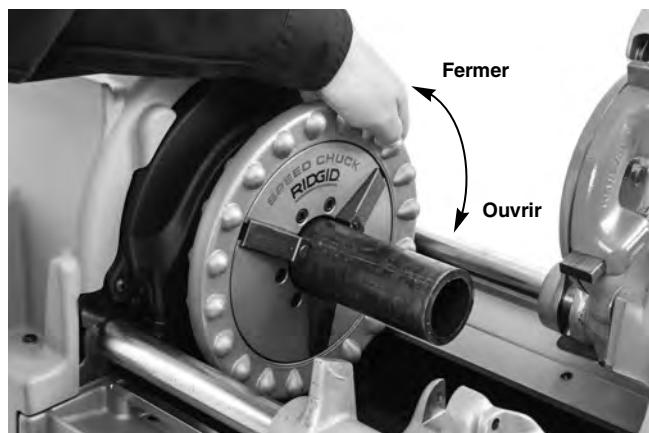

Figure 16 – Mandrinage du tuyau
Le coupe-tube, l'alésoir et la tête de filière doivent tous être en position relevée, éloignés de l'utilisateur, et non en position opératoire. Assurez-vous que ces outils sont stables et ne risquent pas de retomber. Ouvrez les mandrins de la machine à fileter complètement. Sur les machines à mandrin manuel, tournez le volant du mandrin avant dans le sens horaire (Figure 16). Sur les machines à mandrin automatique, mettez le commutateur REV/OFF/FOR (2/0/1) à la position « REV » (2), puis appuyez momentanément sur la pédale de commande.
Tournez le volant du mandrin avant en sens antihoraire (vue de l'avant de la machine) (Figure 16) pour le renfermer sur le tuyau. Assurez-vous que le tuyau est bien centré entre les inserts du mandrin. Tournez le volant du mandrin à plusieurs à-coups rapides pour bien saisir le tuyau.